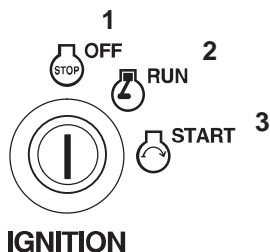

Figure 17
- Laissez tourner le moteur au ralenti pendant 60 secondes (Fig. 17).
- Tournez la clé de contact en position Contact coupé (Fig. 17).